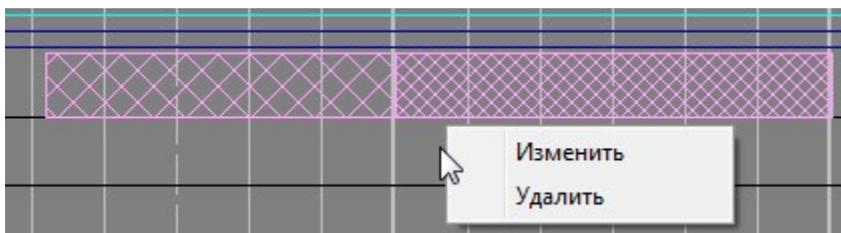

Рис.197. Выбор пункта меню «Изменить» для корректировки ввода фактического начала или окончания окна.
6. Если фактическое время начала или окончания «окна» было введено неправильно, то можно воспользоваться пунктом меню «Изменить» (см. рис. 197).